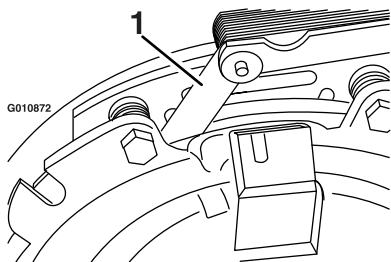
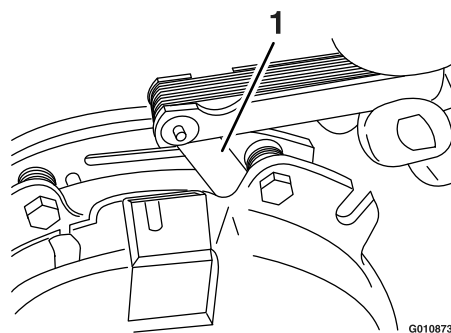

Figure 80
Figure 81
- E. A l'aide d'une jauge d'épaisseur de 0,25 mm (0,01 po), vérifiez qu'il existe un entrefer entre le rotor et la face de l'induit, de chaque côté du pôle de frein, comme montré à la Figure 80 et la Figure 81.